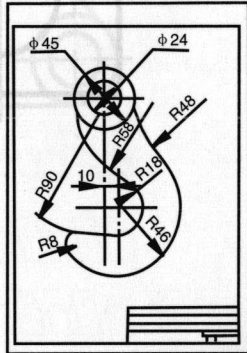

图1-6
8. 正确地注写尺寸数字，如图1-6所示。画好标题栏填写标题栏中的字，如图1-7所示。栏中：“制图”、“校核”、“审定”用7号字；（校名）用10号字；“班号”用5号字；其余均用3.5号字。空白处①为画图者签名；②填写完成日期：年、月、日；③为教师签名；④为题目名称，如“吊钩”，用10号字；⑤空白；⑥为题目的图号，如01.04用10号直体数字⑦、⑧用7号直体数字；⑨、⑩用3.5号直体数字；⑪用5号直体数字。
9. 自我检查图中的问题，改正后签名，如图1-6所示。